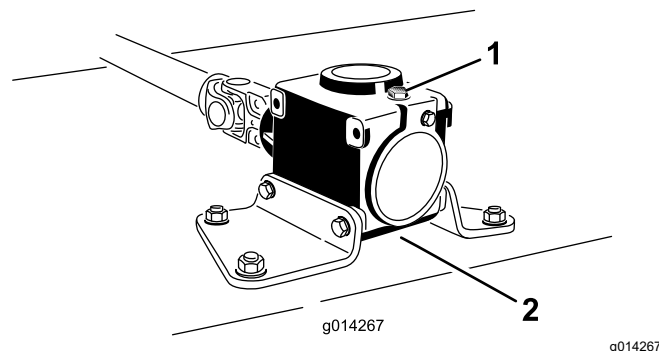

Figura 20
6. Retire a vareta/tampão de enchimento da parte superior da caixa de velocidades (Figura 20) e verifique se há lubrificante entre as marcas da vareta.
6. Retire a vareta/bujão de enchimento da parte de cima da caixa de velocidades (Figura 20).